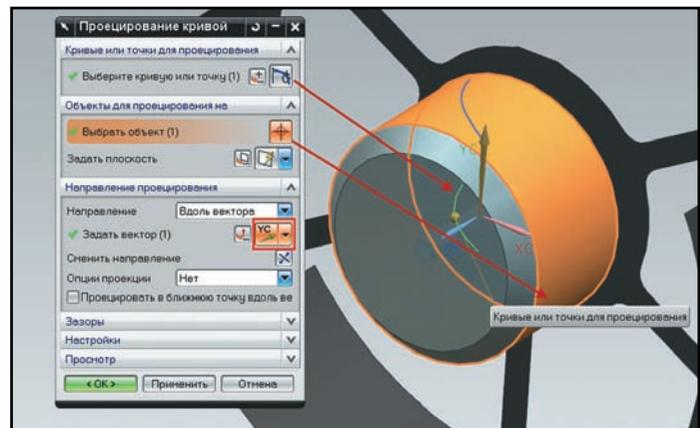

Рисунок 4.21. Проецирование кривой
- На плоскости ZX системы координат модели постройте эскиз, состоящий из дуги или прямой, примерно как это показано на рис. 4.21.
- С помощью команды главного меню **Вставить > Кривая по кривой > Проецирование (Insert > Curve from Curves > Project)** спроецируйте построенный эскиз на грань тела вытягивания вдоль оси Y (рис. 4.21).